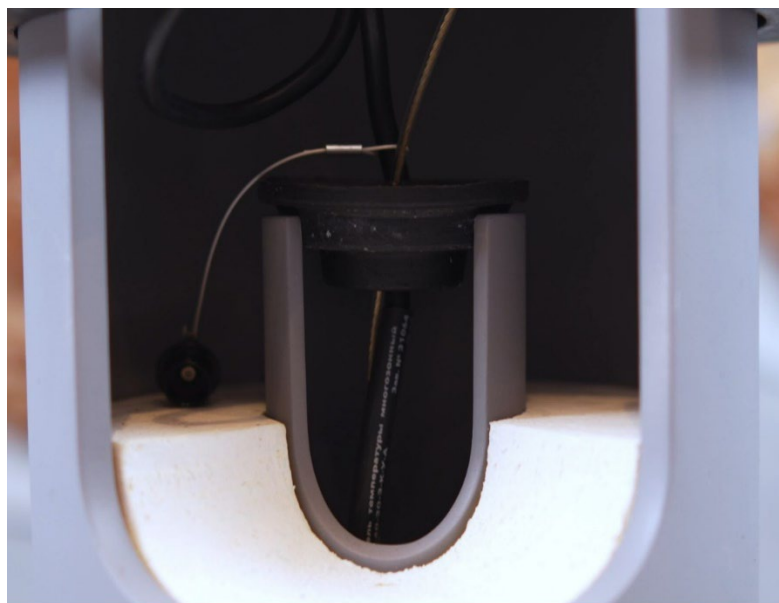

Рисунок 18. Фиксация защитной крышкой.
- Завершив погружение, зафиксируйте термокосу защитной крышкой, крышка должна быть плотно вставлена в термометрическую скважину (Рисунок 18).
- При наличии защитной крышки, плотно установите ее в термометрическую скважину (Рисунок 18).